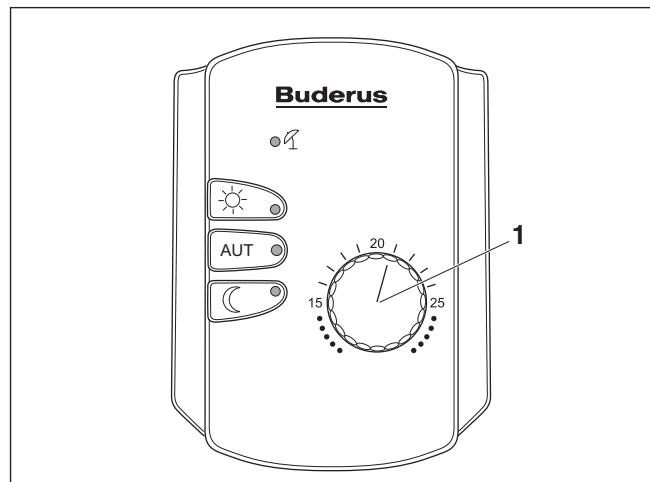

Рис. 11 Дистанционное управление
- Выставите ручкой управления (рис. 11, поз. 1) нужную комнатную температуру, например, 21 °C. Диапазон настройки составляет 11 °C–30 °C.